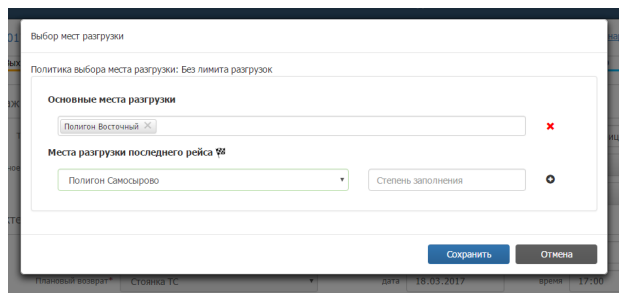

Рисунок 9. Установка мест разгрузки в наряде
- установить место разгрузки ТС (нажать на  и в открывшемся окне установить основное место разгрузки и место разгрузки последнего рейса (Рисунок 9));